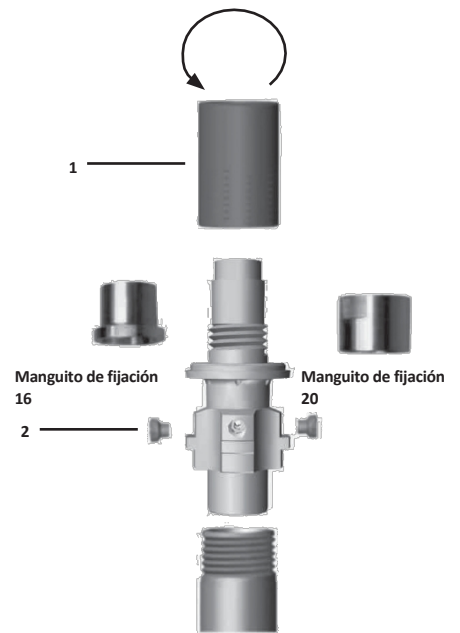

Fig. 2
**Ajuste de potencia (Fig. 2)**